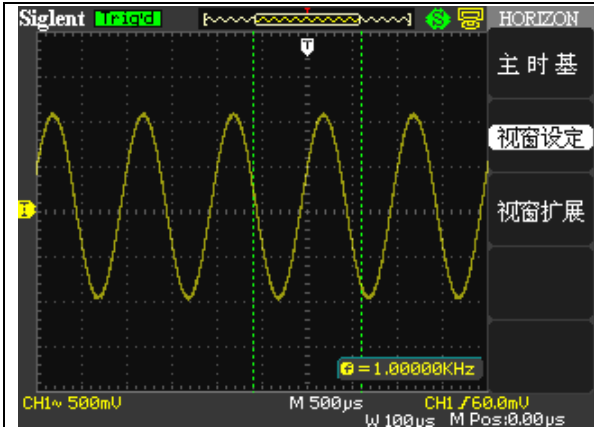

图 2.7-2 SDS1000C/CE/CF 系列视窗扩展
3. 旋转 S/div 旋钮（调节窗口的大小）和旋转“水平 POSITION”旋钮（调节窗口的位置）选定您要观察的波形的窗口如图 2.7-2 或 2.7-3 所示，窗口时基不能慢于主时基。